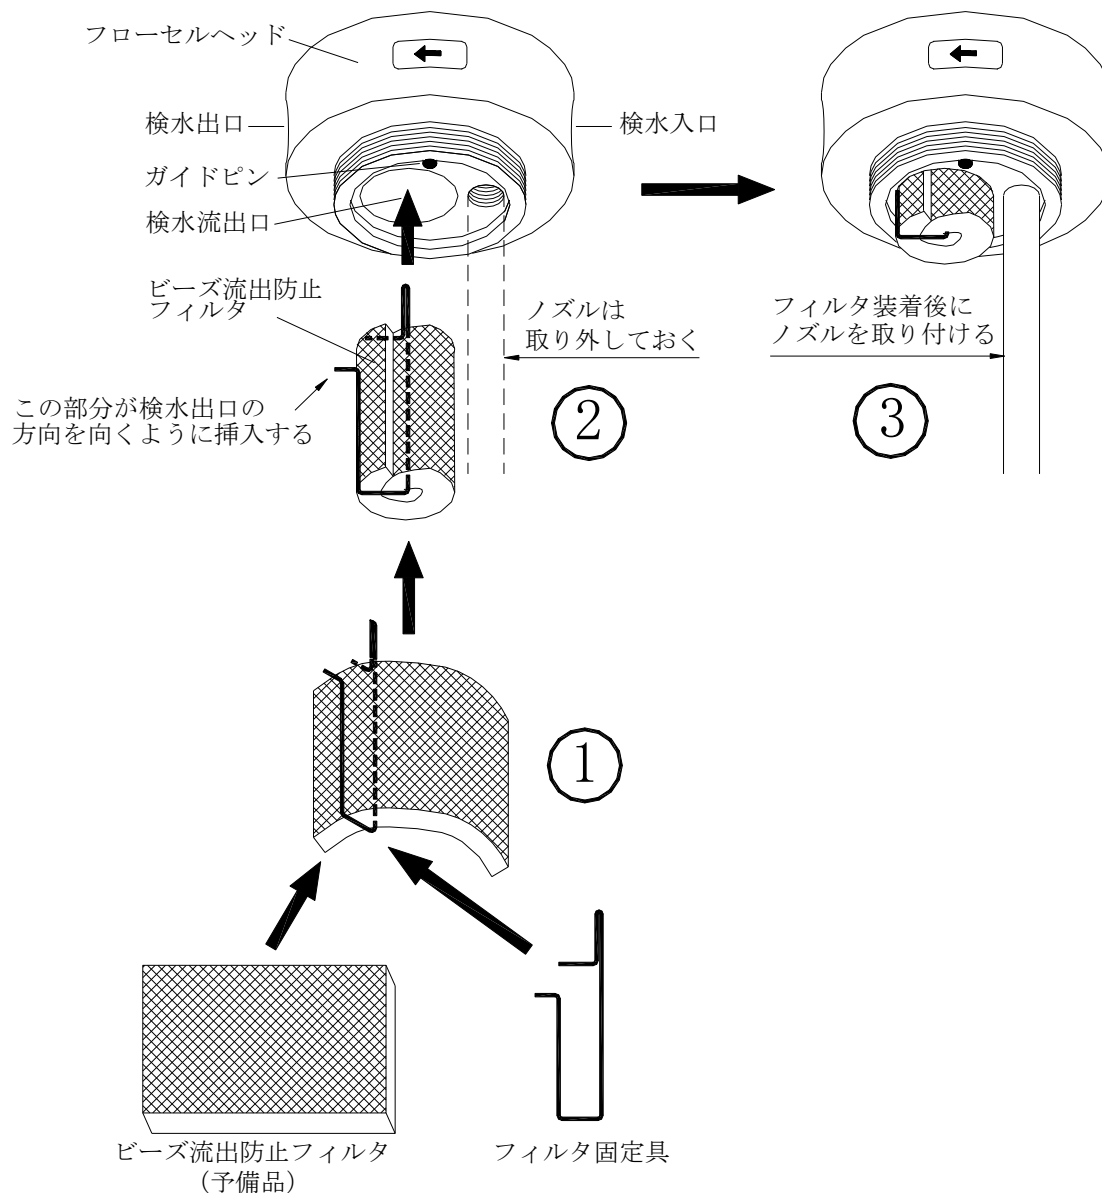

図25. ビーズ流出防止フィルタ（緑色スポンジタイプ）の装着
1) 装着方法（図25参照）
- ① フィルタ固定具のループにビーズ流出防止フィルタの端を通して、長いワイヤ側に巻き付けます。このとき、フィルタの巻き終わり部分がループ内側に来るように巻きます。
- ② ノズルを外した状態で、フィルタ固定具の短いワイヤの端が検水出口の方向を向くように、検水流出口に止まるまで挿入します。
- ③ フィルタ下端を摘んでワイヤ下端まで引っ張り出した後、ノズル装着をします。